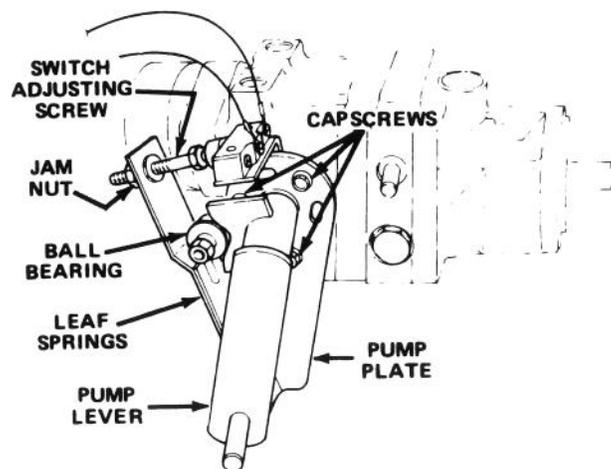

Fig. 38
1. Parcheggiare il trattorino su terreno piano e spegnere il motore. Innestare il freno di stazionamento, inclinare il sedile in avanti ed azionare la leva della pompa (Fig. 38) per garantire che l'insieme sia correttamente posizionato e funzioni senza intralci. Effettuare le necessarie regolazioni.
6. Se la ruota gira, regolare la piastra della pompa. Tuttavia, prima di regolare la piastra, spostare la leva del gas in posizione SLOW. Se la ruota gira in avanti, allentare i bulloni senza dado e picchiettare leggermente il fondo della piastra della pompa in senso antiorario (Fig. 38). Se la ruota gira indietro, picchiettare la piastra della pompa in senso orario (Fig. 38). Quando la ruota cessa di girare, serrare i bulloni senza dado premendo la piastra della pompa contro la fiancata della trasmissione. Verificare la regolazione con la leva del gas nelle posizioni SLOW e FAST.
- A. Un cuscinetto a sfere è allentato o consumato (Fig. 38).
- F. Le molle della balestra sono deboli o danneggiate (Fig. 38). In tale caso, sostituirle.
2. Azionare la leva della pompa (Fig. 38) per accertare che tutte le parti funzionino senza intralci e siano posizionate correttamente.
3. Allentare il controdado. Girare la vite di regolazione del microinterruttore (Fig. 38) fin quando si nota un gioco tra la testa della vite ed il pulsante.